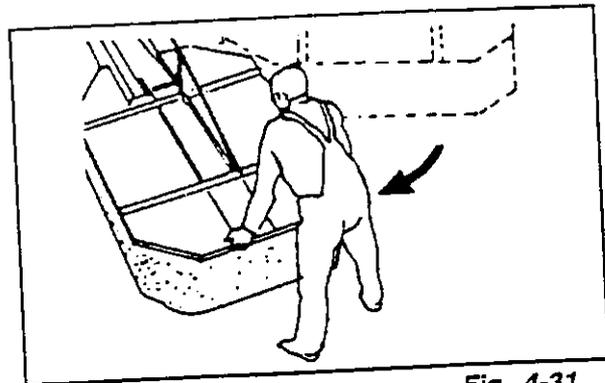

Fig. 4-31
6. Agarrar la segadora rotativa de tambor en la parte exterior y volverla a girar (Fig. 4-31), hasta .....